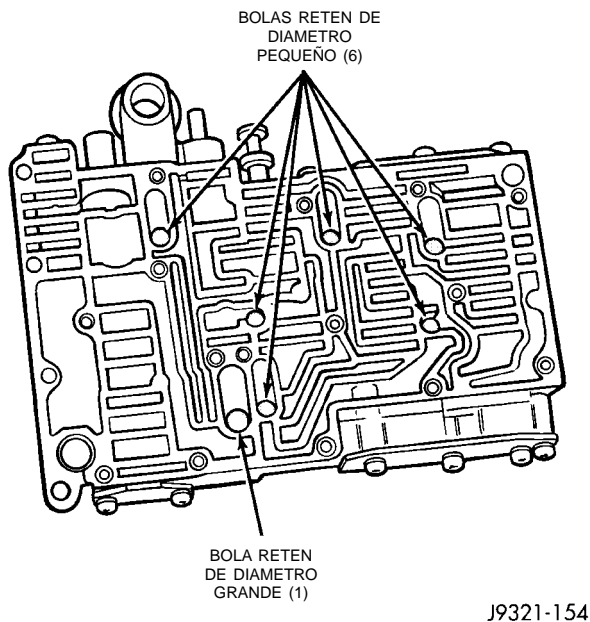

Fig. 80 Localizaciones de las bolas retén en la caja superior
(1) Coloque la caja superior de manera que los conductos internos y los asientos de las bolas retén miren hacia arriba. Luego instale las bolas retén en la caja (Fig. 80). Se utilizan siete bolas retén. La única bola retén grande tiene un diámetro aproximado de 8,7 mm (11/32 pulg.). Las restantes 6 bolas retén tienen un diámetro aproximado de 6,3 mm (1/4 de pulg.).